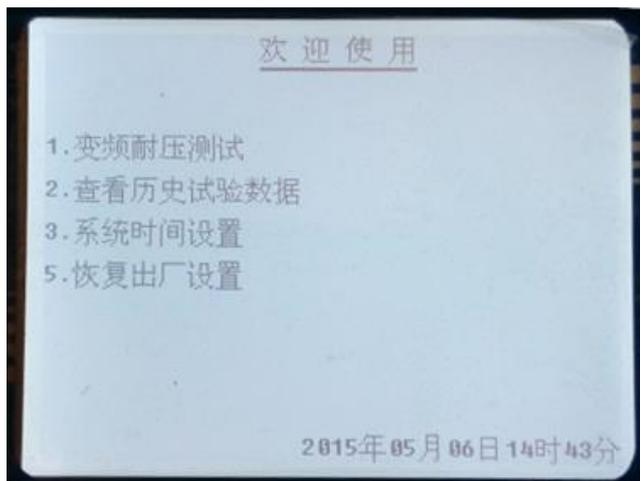

图 1
1) 打开电源，按下复位键，显示如图 1。转动鼠标至“变频耐压测试”位置。